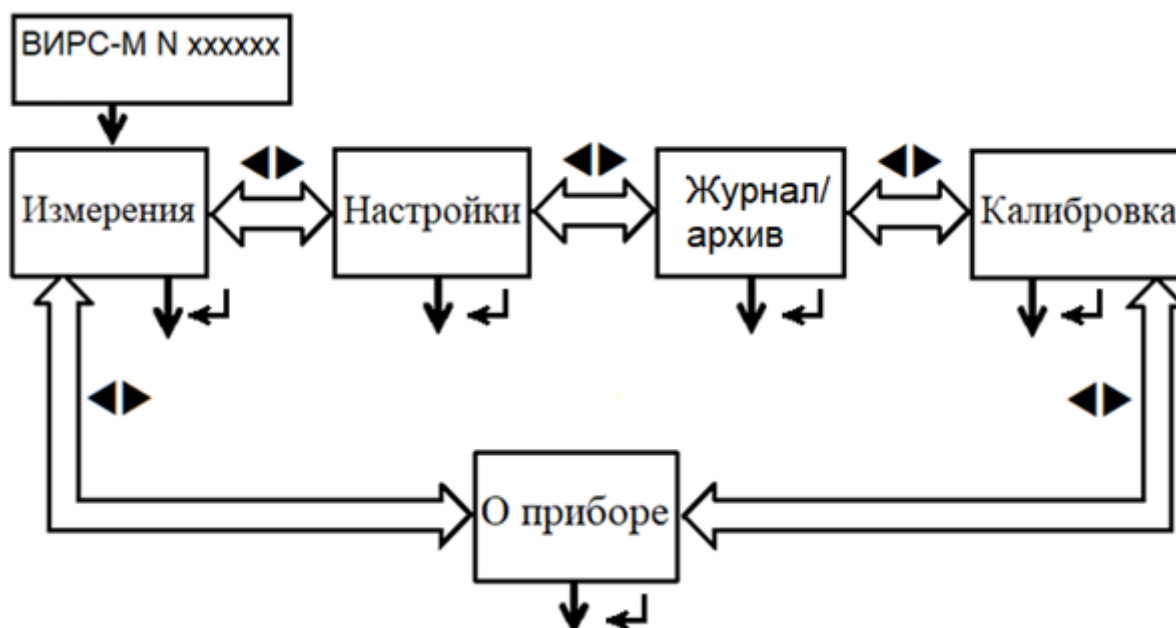

Рисунок 6. Структура меню расходомера.
8.1.1 Меню расходомера состоит из двух уровней (рисунок 6).